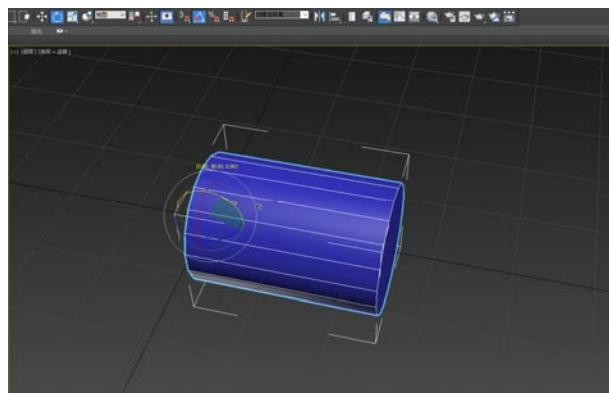

图 3-1-2 旋转圆柱体
**STEP 02** 单击工具栏中的【捕捉开关】按钮，开启【角度捕捉】功能，使用【选择并旋转】工具将圆柱体沿Y轴旋转90度，如图3-1-2所示。